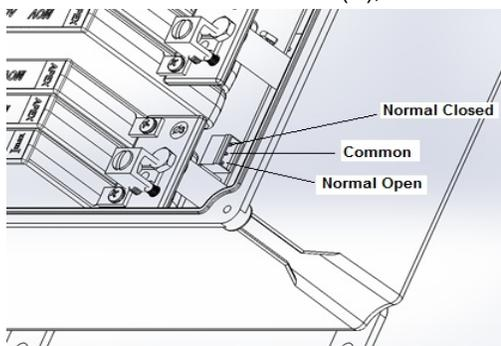

Figura 4: Cableado del relé de contacto seco
**PRECAUCIÓN:** Póngase en contacto con el departamento de ingeniería de aplicaciones de Transtector (+1 208 772 8515) antes de proceder a la instalación si el supresor no puede instalarse a menos de cuatro (4) pies de la fuente de alimentación de CA que requiere protección contra las sobretensiones transitorias.
**Paso 7:** Si no se puede suministrar un interruptor en el tablero de distribución protegido, instale tres (3) fusibles externos o un interruptor térmico/magnético externo de tres polos que se utilice como desconexión en serie con el supresor de sobretensiones y la fuente de alimentación de CA. Los fusibles deben tener una capacidad nominal de diez (10) amperios menos que la desconexión de servicio hasta un máximo de 100 amperios (normalmente el fusible de la serie LPN de BUSSMAN). Se puede utilizar un interruptor de 60 amperios junto con un fusible de tamaño #6AWG. (4,1 mm) si el supresor de sobretensiones se instala a menos de dos (2) pies (61 cm) de la fuente de alimentación de CA. Asegúrese de que la desconexión se instale inicialmente en su estado "ABIERTO" para que la energía de CA no pueda pasar a través de ella hasta que se restablezca.
**Paso 10:** Los circuitos de anunciación remota pueden ser cableados a enchufes de conexión de relés de contacto seco a lo largo del borde del tablero principal. Los contactos están hechos para ser desenchufables, enchufes de 3 pines "estilo europeo". Consulte la Figura 4 para ver la disposición correcta del cableado de los contactos con referencia a las posiciones de los contactos de relé común (C), normalmente cerrado (NC) y normalmente abierto (NO).